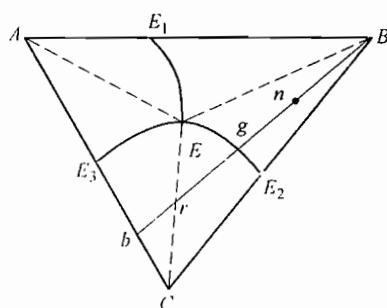

图 12-1 第九题图
**九、**根据图 12-1 的 A-B-C 三元共晶投影图 (14 分)：